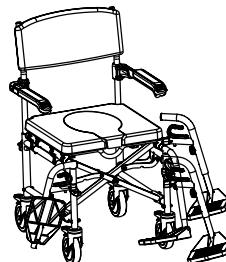

Abb. 17.
- Fügen Sie die Fußstützen seitlich hinzu und drehen Sie sie dann nach vorne, bis sie einrasten (Abb. 17);